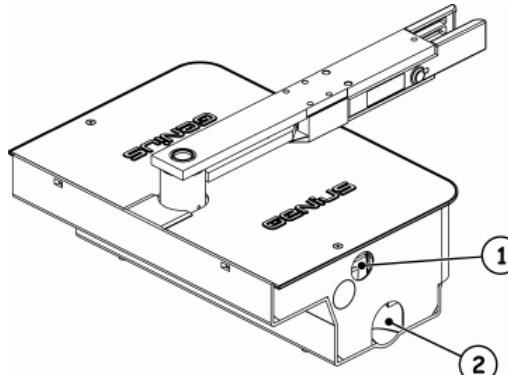

Fig. 7
6. Leg een pvc-buis met een doorsnede van 35 mm aan, voor de 4-polige elektriciteitskabel, tot aan de elektronische bedieningsapparatuur (Fig. 7 ref. ①). Daarnaast wordt aangeraden een draineerbuis voor regenwater aan te leggen tot aan het dichtstbijzijnde afvoerkanaal (Fig. 7 ref. ②).